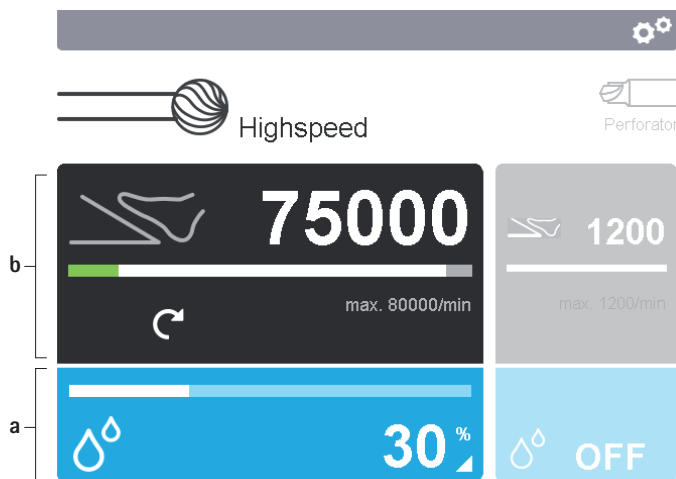

Fig. 5 Aktivering af betjeningsfelter
- Ændring af indstillingsparametre for anvendelsesdel: Aktivér betjeningsfeltet for anvendelsesdelen **b** i displayet **2**, se Fig. 5.